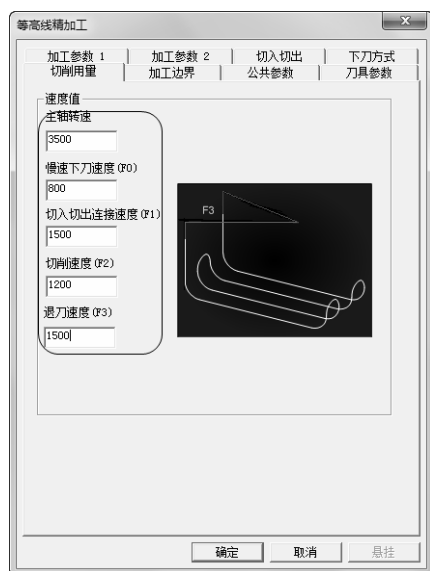

图 3-63 “切削用量”选项卡
5) 单击“切削用量”选项卡，设置“主轴转速”、“慢速下刀速度”、“切入切出连接速度”、“切削速度”、“退刀速度”具体参数数值如图 3-63 所示。